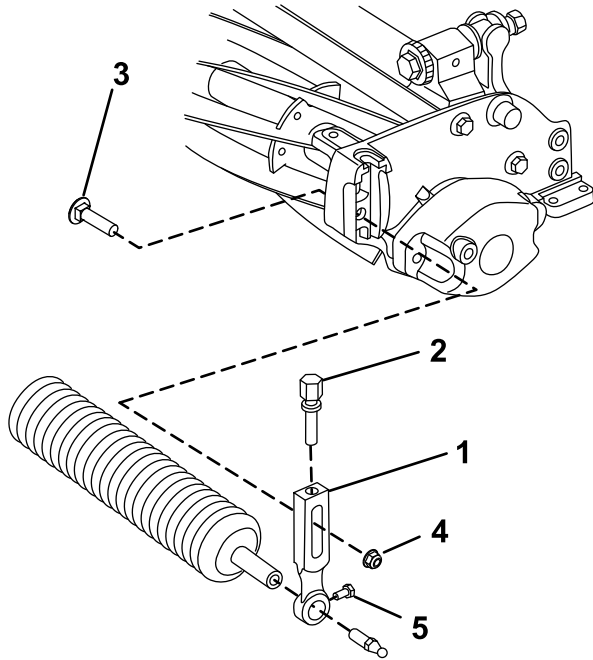

图3
- 卸下将其中一个剪草高度臂固定至滚刀组侧板的防松螺栓及凸缘锁紧螺母图3。
2. 旋松剪草高度臂上的滚筒安装螺丝图3。
3. 将滚筒轴滑入滚刀组另一端上的剪草高度臂中图3。
4. 将剪草高度臂滑到滚筒轴上图3。
5. 用之前卸下的剪草高度臂和紧固件将滚筒松松地固定到滚刀组上图3。
7. 拧紧滚筒安装螺丝图3。